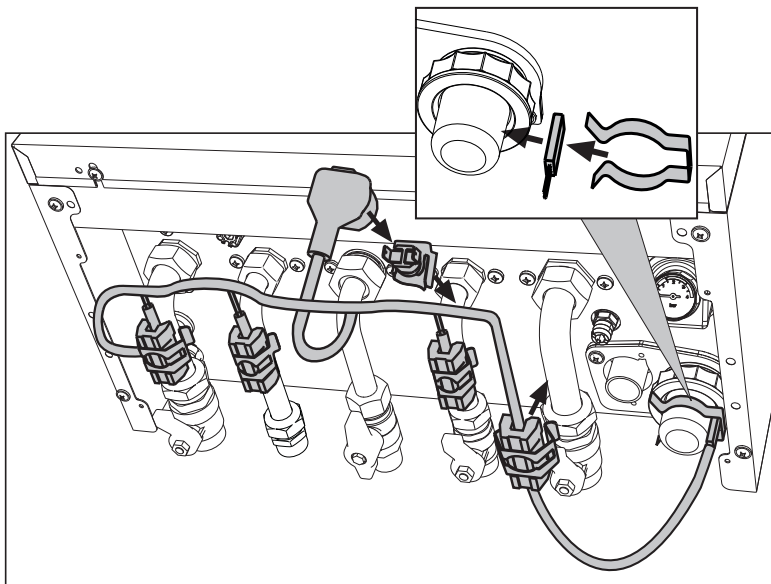

fig. 39- Kit antihielo
En caso de instalación en el exterior, en un lugar parcialmente resguardado para temperaturas inferiores a -5 °C y hasta -15 °C, se debe instalar el kit antihielo para proteger el circuito. Conecte el kit a la tarjeta electrónica mediante la conexión indicada en el esquema eléctrico de fig. 60 (288) y coloque el termostato y los calentadores en los tubos de la manera ilustrada en fig. 39 y en las instrucciones adjuntas al kit.